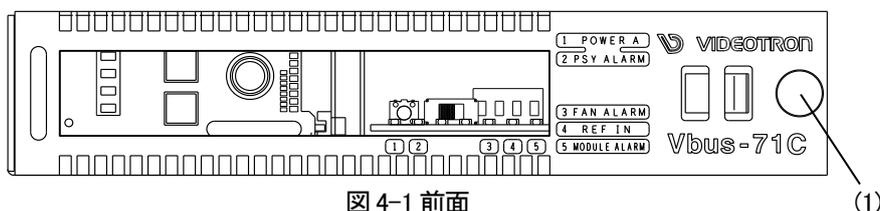

図 4-1 前面
(1) 前面パネルを取り外します。
- ・前面パネル固定用ネジ図 4-1 (1)を十分に緩め、前面パネルをゆっくり右斜め手前に引いてカバーを取り外します。